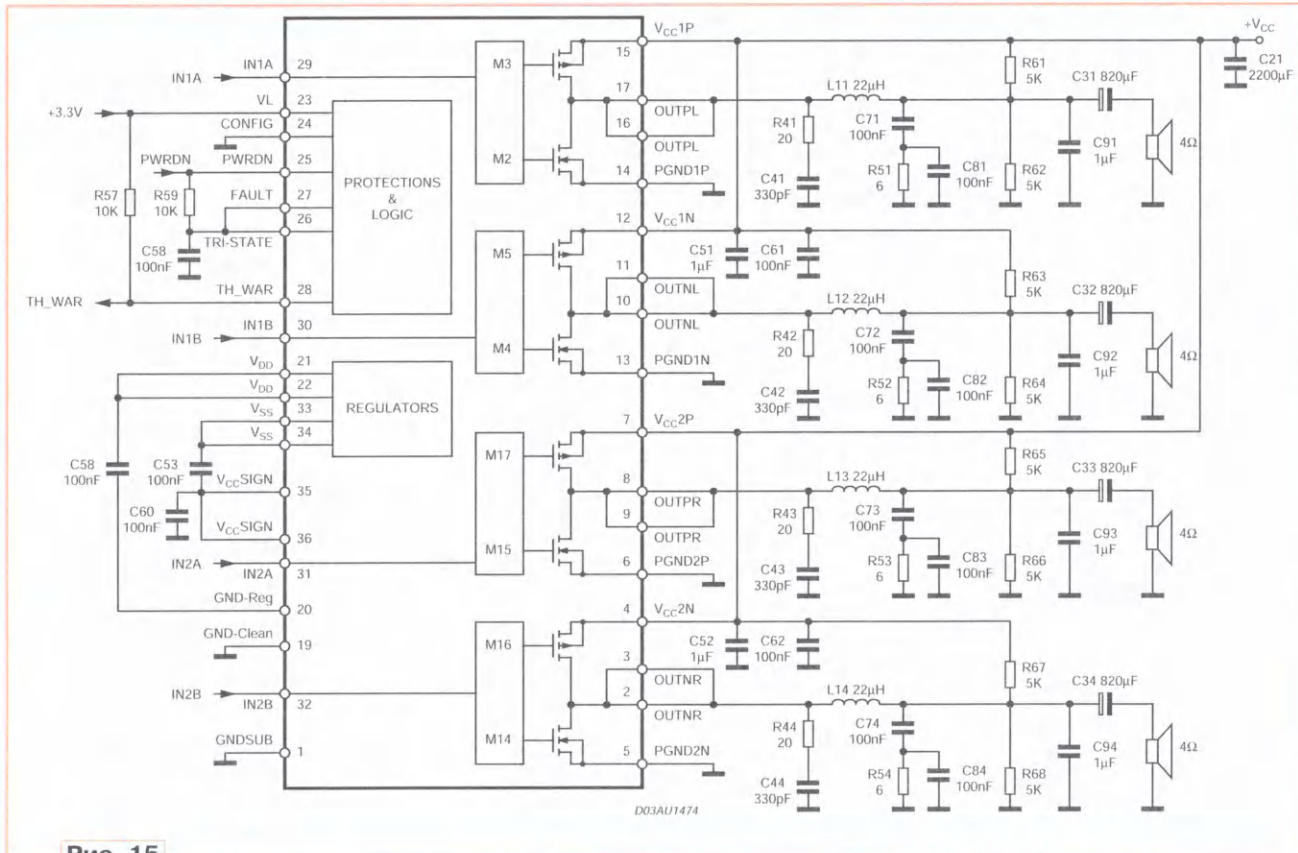

Рис. 15
пании Apogee Technology, либо на их аналогах STA508 фирмы STMicroelectronics (по характеристикам соответствует DDX2160). Перечисленные микросхемы позиционируются как полностью цифровые высокоэффективные усилители мощности у Apogee Technology или как 40 В/4,5 А счетверённые мощные полумосты у STMicroelectronics. Микросхемы могут использоваться в различных конфигурациях, в рассматриваемых моделях микросхемы используются в двухканальном мостовом режиме (BTL), на рис. 15 показана конфигурация в четырёхканальном асимметричном режиме (SE), возможен и одноканальный полномостовой режим (PBTL).